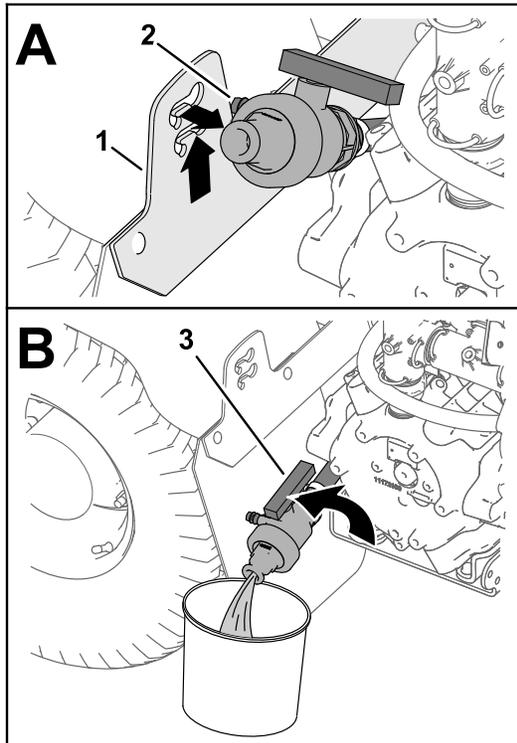

Figura 37
3. Levante la válvula hasta que los pernos de montaje de la válvula pasen por las ranuras del soporte de la válvula de vaciado y mueva la válvula hacia atrás (Figura 37).
4. Alinee el extremo de la válvula con el recipiente de drenaje y gire el mando de la válvula a la posición abierta (Figura 37).
vaciado a la posición de cerrado y monte la válvula en el soporte de la válvula de vaciado (Figura 37).